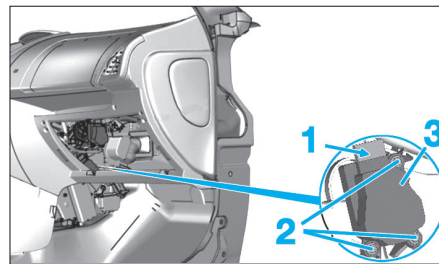

Fig. 33
- le connecteur (1) (Fig.33).
- les vis (2),
- le motoréducteur d'entrée d'air (3).